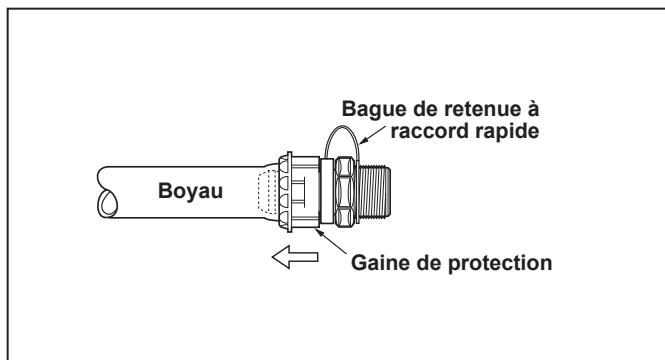

Figure 6. Installer la pince de retenue
5. En retenant le tuyau, tourner et tirer la gaine de protection du raccord rapide sur le tuyau aussi loin que possible. Encliqueter l'attache. Voir la Figure 6.
REMARQUE La bague de retenue doit être installée. S'il est impossible de placer la gaine de protection sur le raccord rapide pour permettre à la bague de retenue de glisser en place, voir Figure 6. Mouiller l'intérieur du tuyau avec de l'eau propre et essayer de nouveau.
1. Vérifier que l'installation est correcte. Se référer à la Figure 6.